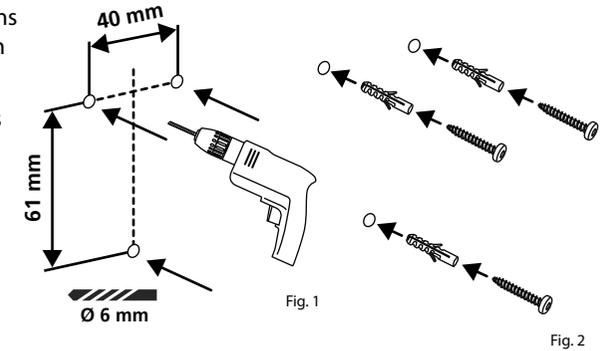

Fig. 2
- 2 Insérez les chevilles fournies dans les trous et vissez-y les vis également incluses (Fig. 2).